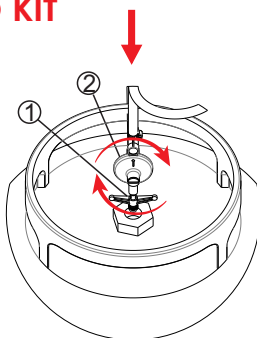

Figura 1
1º Conecte o Niple borboleta (item 1) com registro (item 2) no botijão e de um breve aperto conforme figura 1.